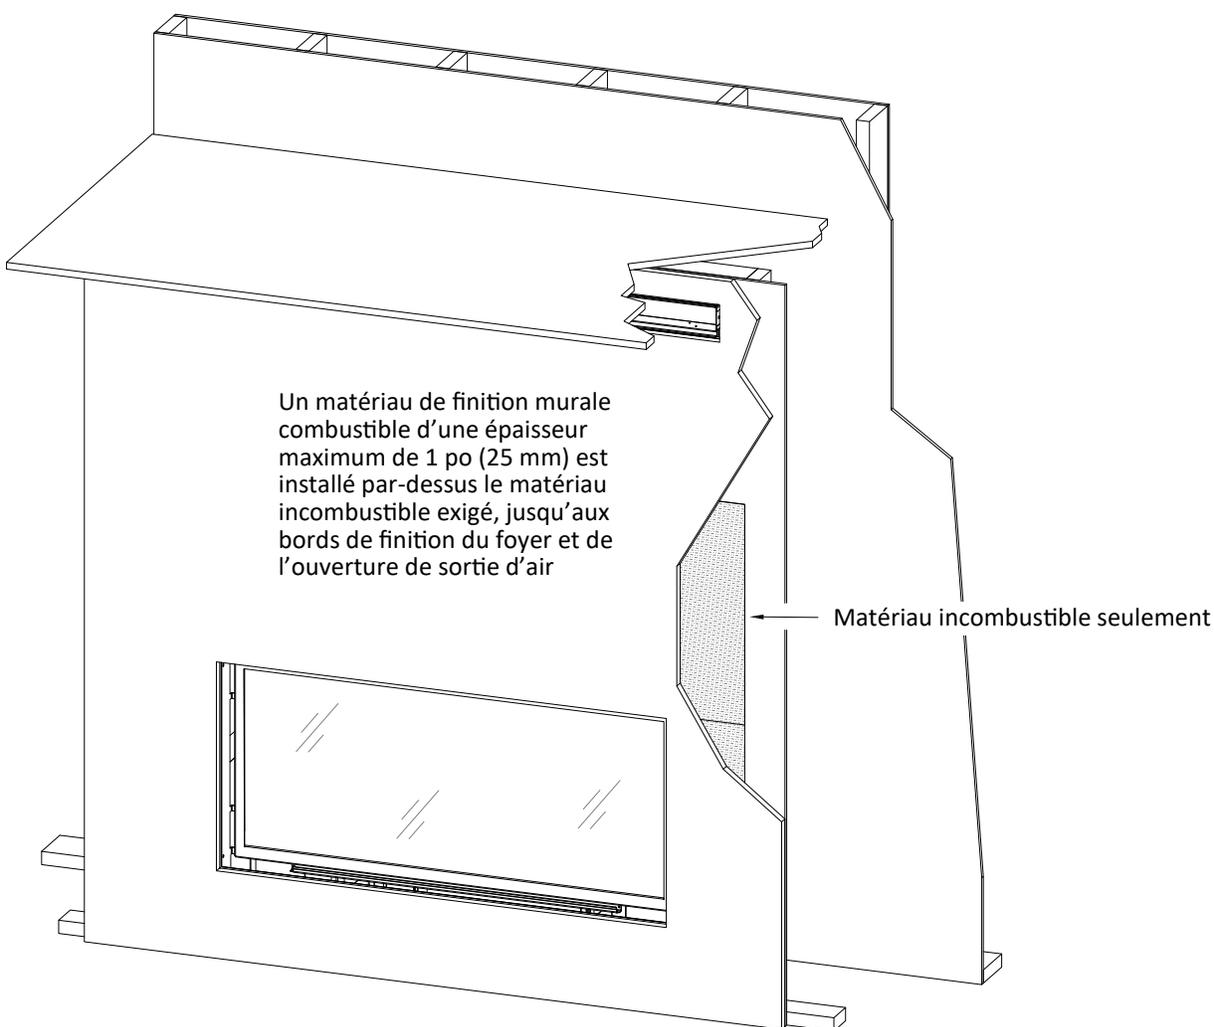

Figure 3.8 - Vue de face des matériaux de finition murale combustibles
- La Figure 3.8 montre la vue de face des matériaux de finition murale combustibles pour les foyers Nordik 48TL et Nordik 60TL. Ces matériaux combustibles de 1 po (25mm) d'épaisseur peuvent arriver jusqu'aux bords de finition du foyer.